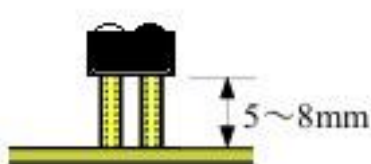

図8 取り付けの高さ
(4) フォトリフレクタは基板に対して垂直に取り付けること。また、高さについては絶縁チューブに合わせること（図8）。部品の曲がりの範囲は図9に示すとおりとする。